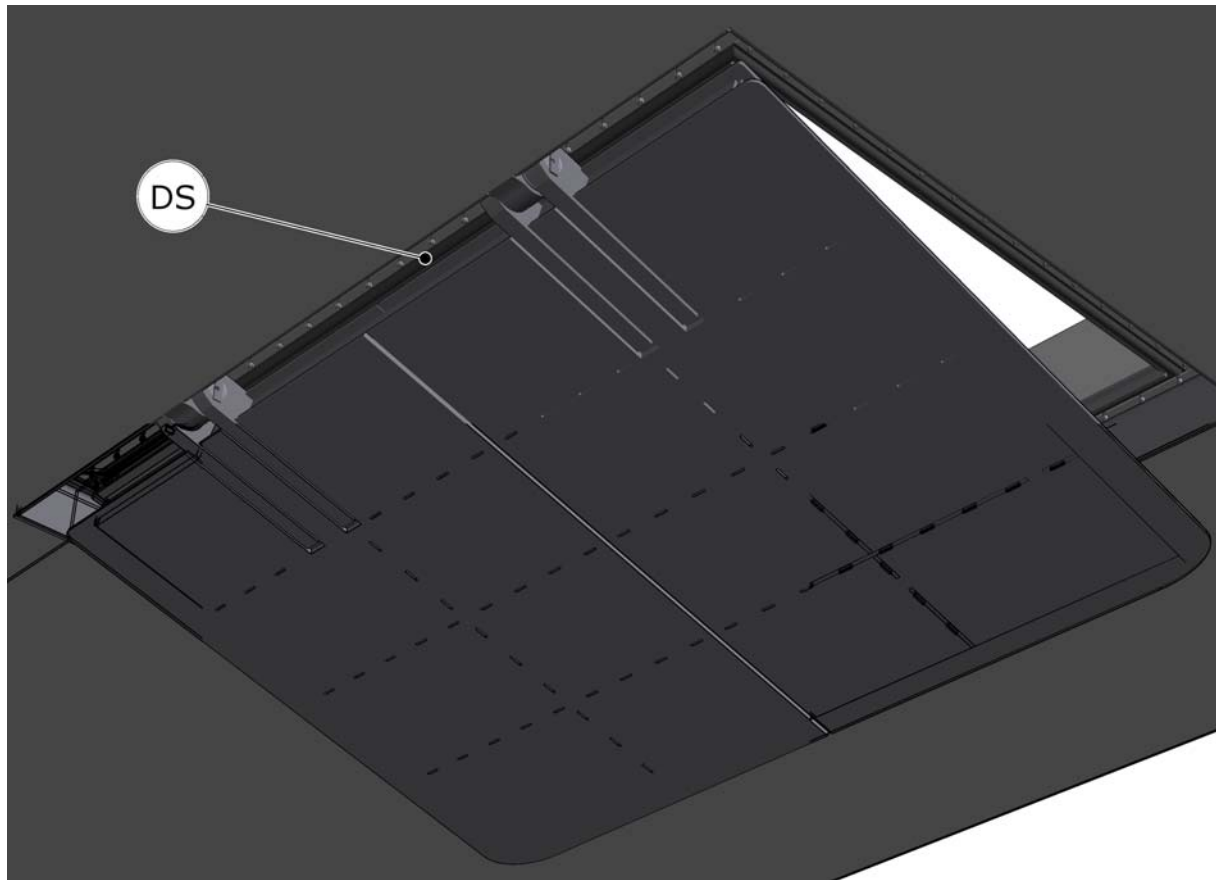

Figure 34 Positionnement de la porte de fond
1. Placez la porte de fond sur une position dans laquelle le joint d'étanchéité (DS, voir la Figure 34) se tient juste à l'écart de l'encadrement de la porte.